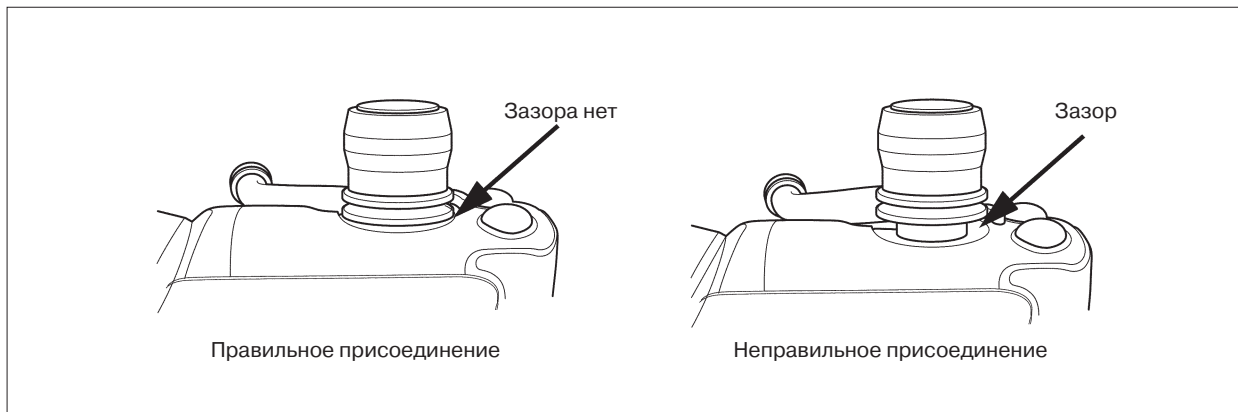

Рис. 3.10
3. Проверьте и убедитесь в том, что основание клапана находится в плотном контакте с верхней частью цилиндра. При неправильном присоединении остаётся зазор между основанием аспирационного клапана и верхней частью цилиндра (см. рис. 3.10).